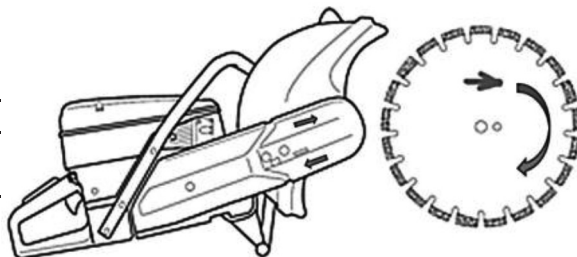

Рис. 5
6. Шайба прижимная 7. Крепежный винт 3. Проверьте направление вращения диска. Убедитесь, что диск будет вращаться в направлении, указанном стрелкой на диске. Направление вращения показано стрелками на кожухе режущего узла бензореза и полотне диска (Рис. 5). Определите, какой стороной требуется установить диск на бензорез, чтобы направление вращения шпинделя и диска совпадали (Рис. 5).
Проверка направления вращения диска (Рис. 5)